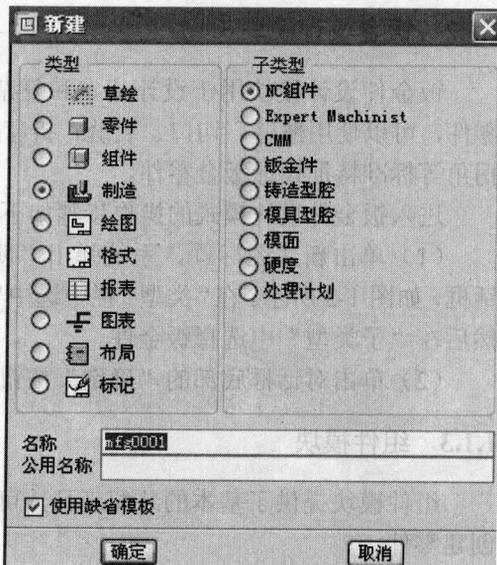

图 1-4 制造新建对话框
(1) 单击新建图标 ，系统弹出“新建”对话框，如图 1-4 所示。在“类型”栏中选中“制造”，然后在“名称”文本框中输入零件名称。
(2) 单击对话框底部的“确定”按钮，进入制造设计模式。